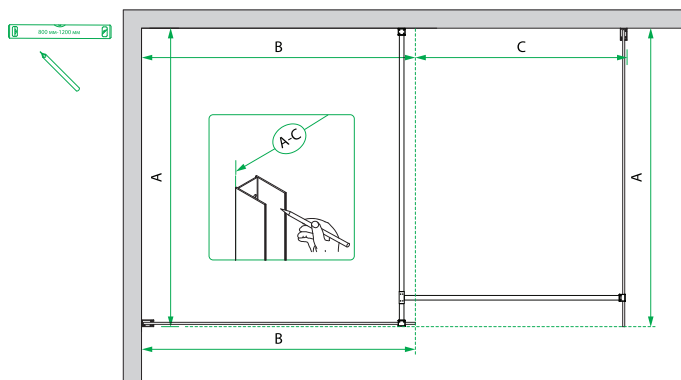

Рис. 4/4-сур.
1. Рекомендуем устанавливать лицевую душевую перегородку на том же расстоянии от задней стены, что и ширина боковой душевой перегородки. Произведите предварительную разметку установки изделия (рис. 4). Место установки монтажа боковой перегородки определите исходя из размера В и желаемого размера входа С.